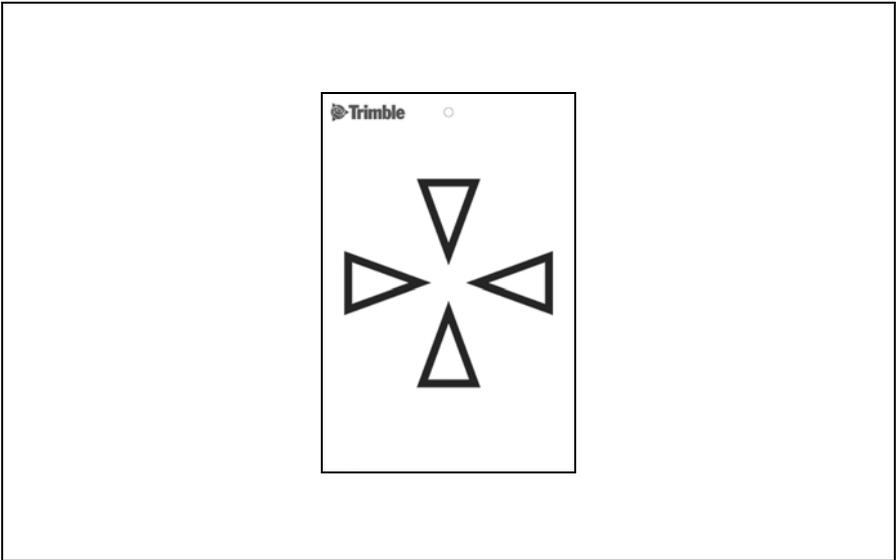

Figure 4.21 Plaque de réglage laser
1. Installez la plaque de réglage laser à 25–50 mètres de distance et face à la Station totale Trimble S3, voir Figure 4.21.